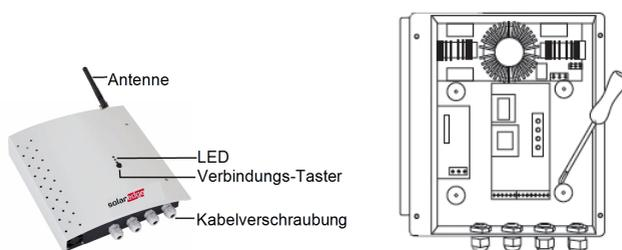

Abbildung 3: Heizstab Regler Installation
6. Betätigen Sie die Verbindungs-Taste am Heizstab Regler (siehe *Abbildung 3*).